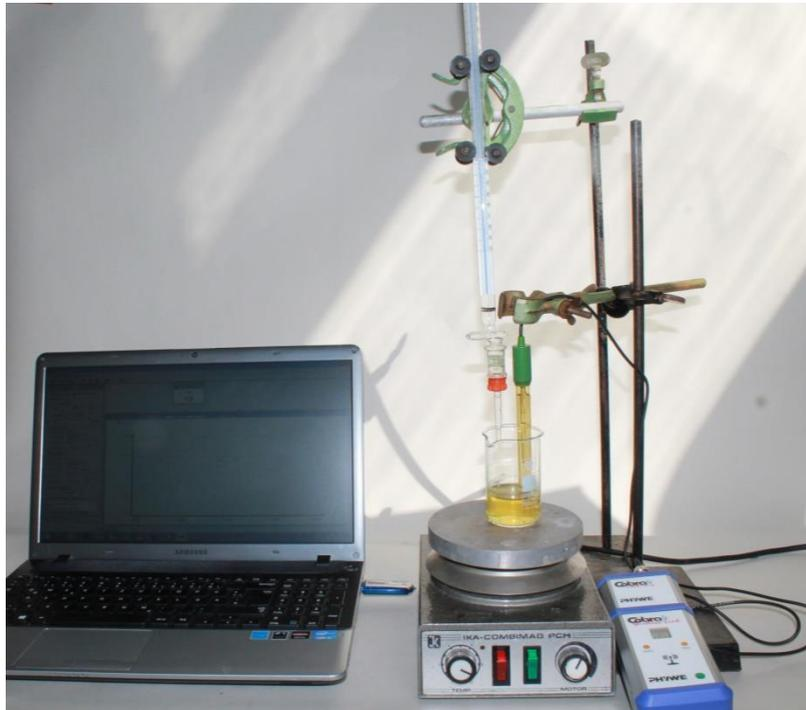

Abb. 3 Versuchsaufbau der Säure-Base-Titration mit den PHYWE-Messgeräten
**Durchführung:** Es wird jeweils eine 0,1 molare Salzsäure bzw. Natronlauge hergestellt. 20 mL der Salzsäure-Lösung wird in ein 100 mL Becherglas gegeben auf den Magnetrührer gestellt. Die Bürette wird mit der Natronlauge aufgefüllt. In die Salzsäure wird die pH-Elektrode mit Stativklemme eingespannt und mit dem Cobra 4 Wireless-Link verbunden und eingeschaltet. Der Wireless-Manager wird über die USB-Buchse des Computers gesteckt und die Auswertungssoftware measure gestartet. Nachdem das Programm den Cobra 4 Wireless-Link mit der pH-Elektrode erkannt hat, kann die Messung starten. Es erfolgt die Titration unter ständigem Rühren (Abb. 3). Die Messwerte werden nach jeden zugegebenen Milliliter Natronlauge gemessen, über Funk übertragen und direkt im Koordinatensystem des Messprogramm aufgetragen (pH gegen Messwert-Nummer).